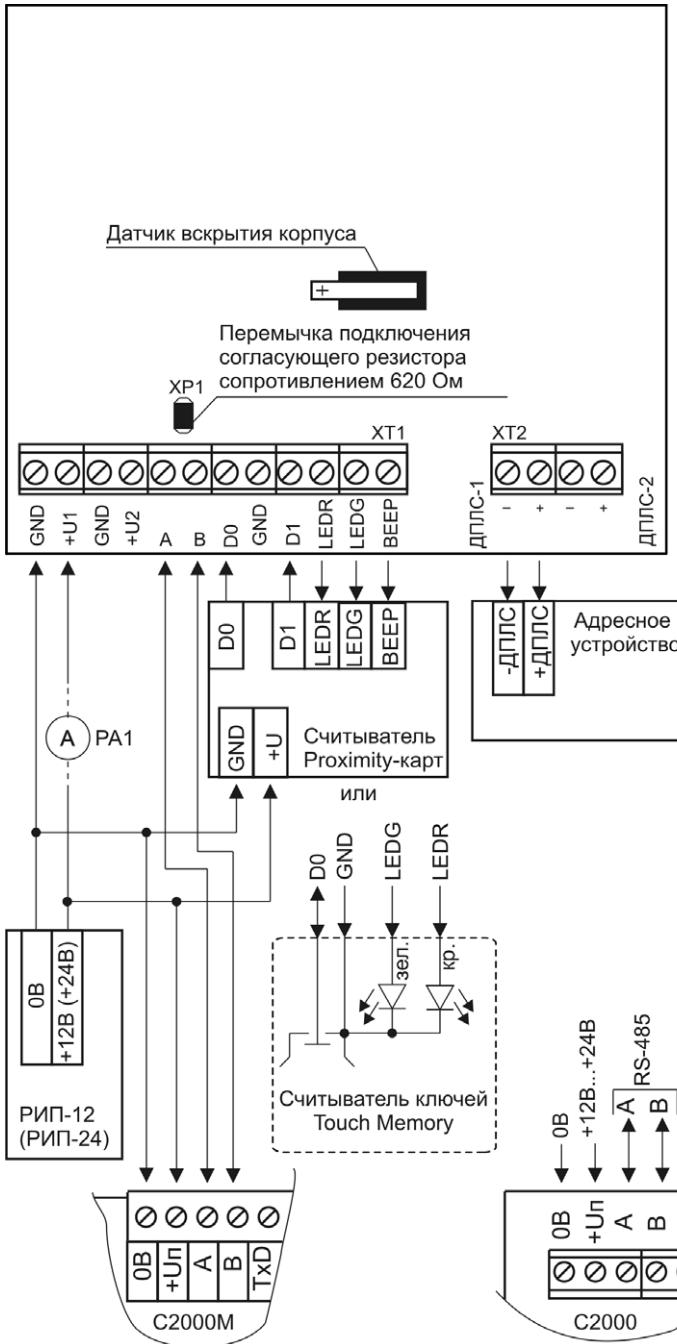

Рисунок 3.
- 2.2. Подключите контроллер по схеме, приведенной на рис. 3, 4.
- 2.8. После проведения общих проверок по схеме на рис. 3, 4 отключите источник питания от клемм «+U1» и «0В» и подключите его к клеммам «+U2», «0В».